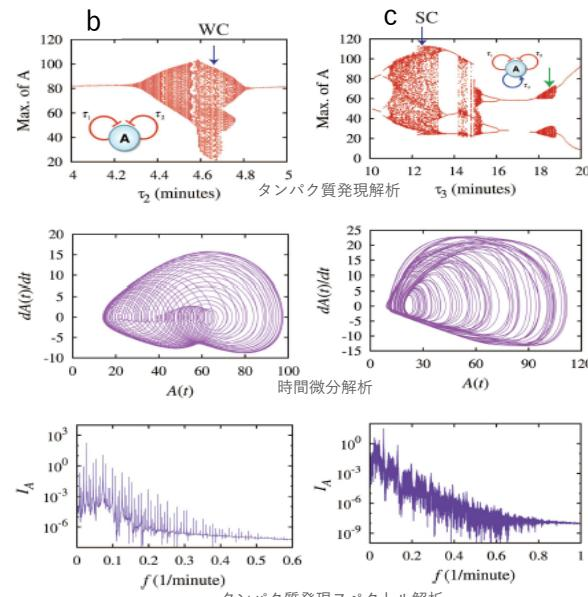

図3 弱力オス挙動(左)と強力オス挙動(右)
- 2つの自己転写抑制ループを持つ遺伝子 (b. 図3: 左) t_2 時間依存的タンパク質濃度の最大値に対する分岐図 (上図、 t_1 18分の時) で、 $t_2 < 4.2$ 分或いは > 4.9 分では周期性、それ以外では非周期性を示す (上図、中図)。
- 2つの自己転写抑制ループと1つの自己転写促進ループを持つ遺伝子 (c. 図3: 右) t_1 18分、 t_2 8.0分時の t_3 時間依存的タンパク質濃度の最大値に対する分岐図 (上図) で、 t_3 が 11~13、14~15、18~19 分では非周期性を示す (上図、中図)。 t_3 12.5分の時のタンパク質濃度変化は、非周期性且つ強力オス (下図、強力オス発現に特徴的な非周期スペクトル) であることが分かる。